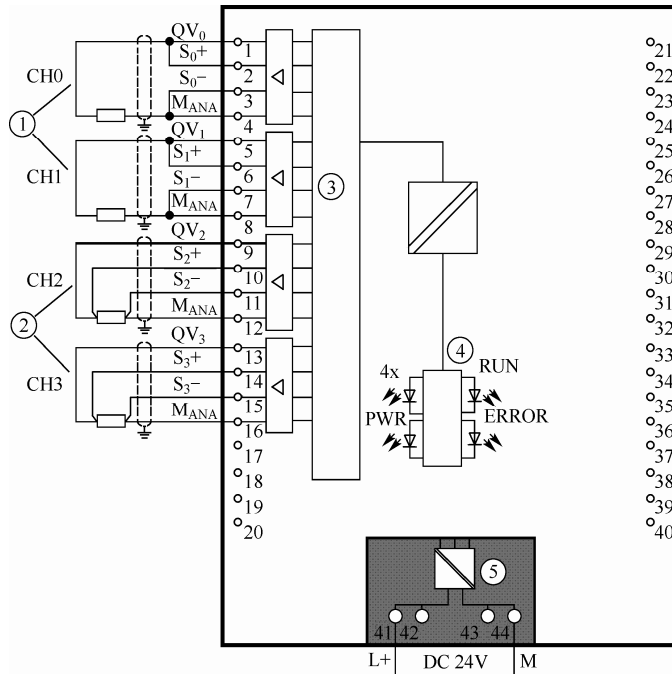

图 2-24 模拟量输出模块（6ES7532-5HD00-0AB0）电压输出的接线
模拟量输出模块（6ES7 532-5HD00-0AB0）电压输出的接线如图 2-24 所示，标记①是电压输出二线式接法，无电阻补偿，精度相对低些，标记②是电压输出四线式接法，有电阻补偿，精度比二线式接法高。